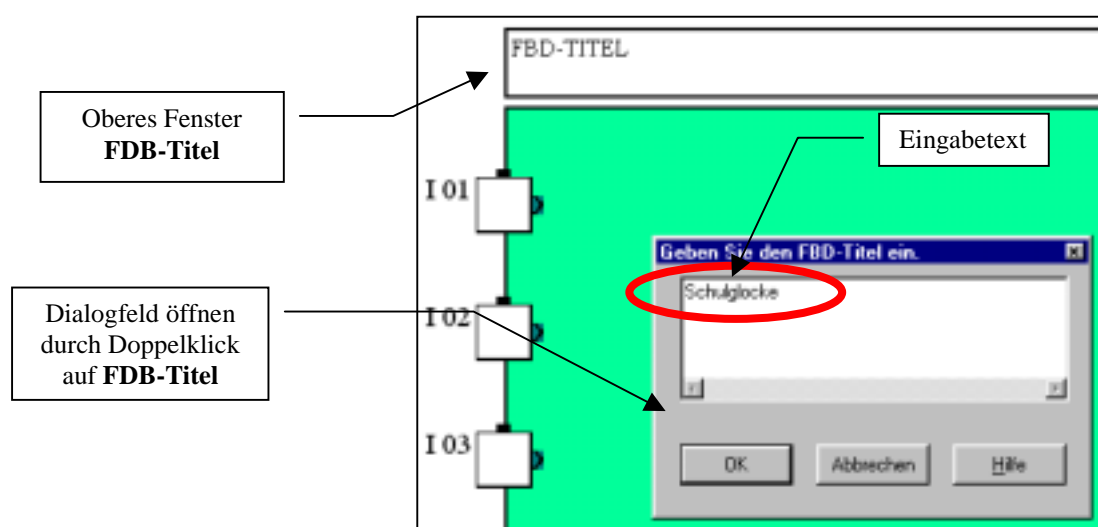

Abb. 1.33
- ➔ Nach dem Anlegen einer neuen Datei und dem Auswählen eines 4/2-Moduls wird der Programmtitel nach Doppelklick in das Fenster mit dem Titel **FBD-Titel** (Abb. 1.33) eingegeben.